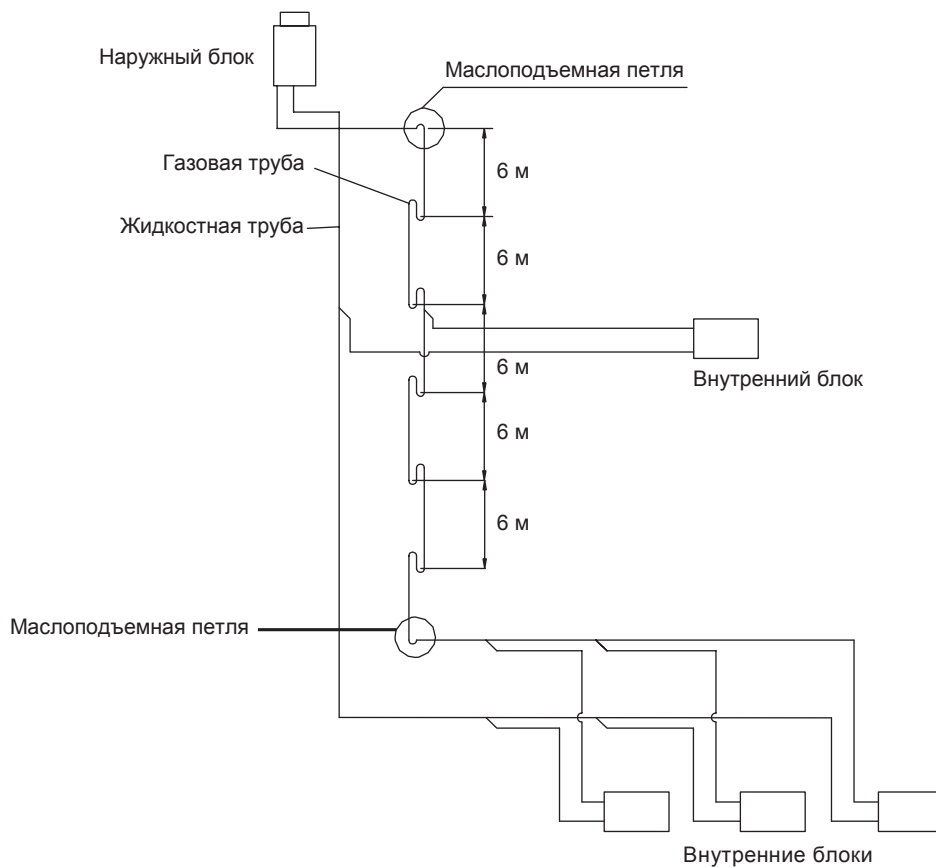

Рис. 6.4
6.3.11 При установке внешнего блока выше внутренних необходимо через каждые 6 м по высоте на газовой магистрали устанавливать маслоподъемные петли см рис. 6.4.